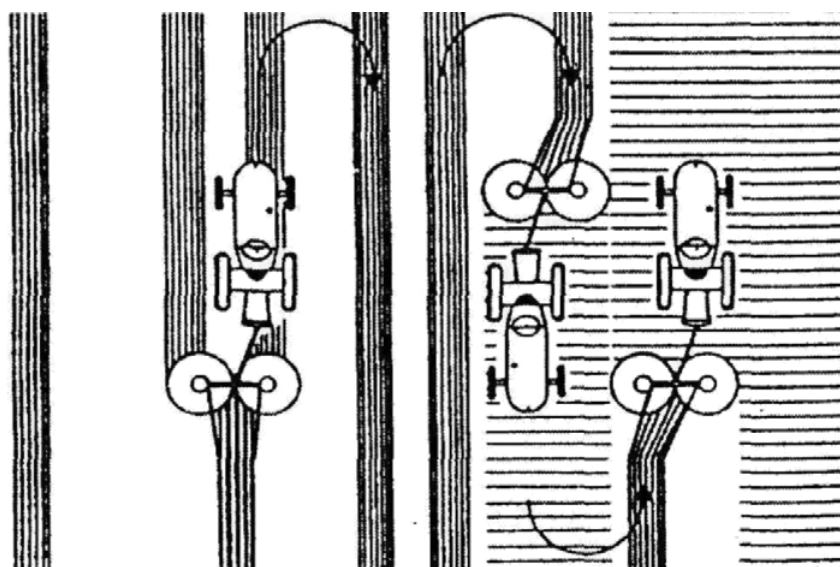

Fig. 18 - Aanbevolen harkmethode
- Controleer altijd of de afstand tussen de schermen groot genoeg is, vooral bij een groot gewas om onregelmatig gevormd zwad te voorkomen. Door de schermen zo te plaatsen als getoond in Fig. 18 kan het zwad dicht bij elkaar geplaatst worden. Zwad dat dicht bij elkaar ligt, kan tijdens de volgende gang worden samengevoegd. Op die manier wordt één zwad verkregen van een breedte van 6 m.